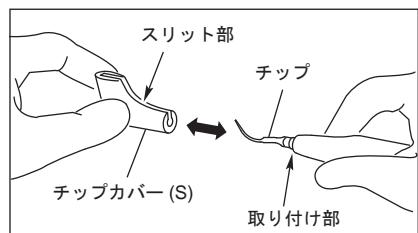

図 20
取り外すときは、チップカバー (S) とハンドピースをしっかりと持ち、まっすぐ引き抜きます。（図 20）